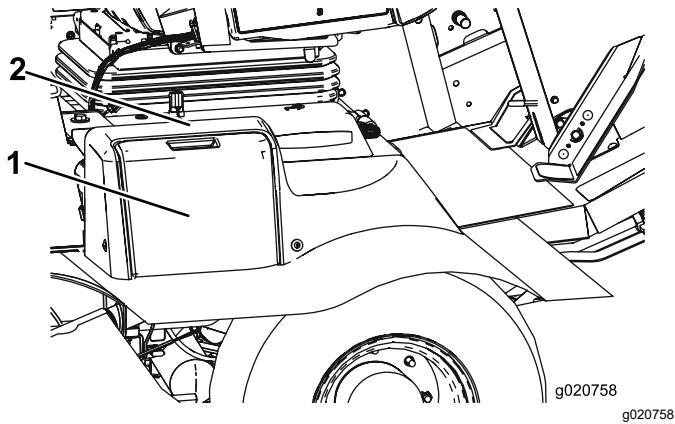

Figure 60
1. Ouvrez le couvercle de la batterie sur le côté du carénage (Figure 60).
Remarque: Appuyez sur la surface plate au-dessus du couvercle de batterie pour faciliter la dépose du couvercle (Figure 60).